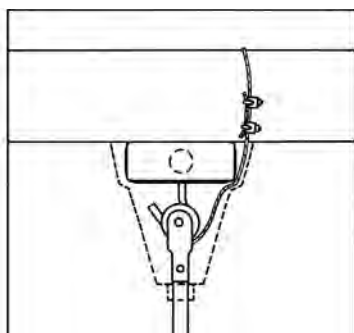

Figure 3
9. Ce ventilateur est équipé d'un câble de soutien de secours nécessaire. Il peut être fixé à la structure de poutre et accroché solidement d'une façon telle qu'il puisse supporter le poids du ventilateur dans l'éventualité où le crochet de fixation ou une autre partie casse. Après avoir enroulé le câble autour d'une partie de structure pouvant supporter 137 kg, fixez ce câble avec les serre-câbles fournis comme illustré en Figure 3 (REMARQUE : Tout matériel additionnel nécessaire pour des installations spécifiques peut être acheté chez votre distributeur local).
**IMPORTANT PRÉCAUTION :** Le câble de sécurité ne doit pas être placé entre le cylindre en caoutchouc et le crochet, mais plutôt comme illustré en Figure 3.
10. Quand vous suspendez le ventilateur sur le crochet en J fourni par l'usine, assurez-vous que le câble en haut de la tige est positionné derrière le crochet en J comme illustré en Figure 3.